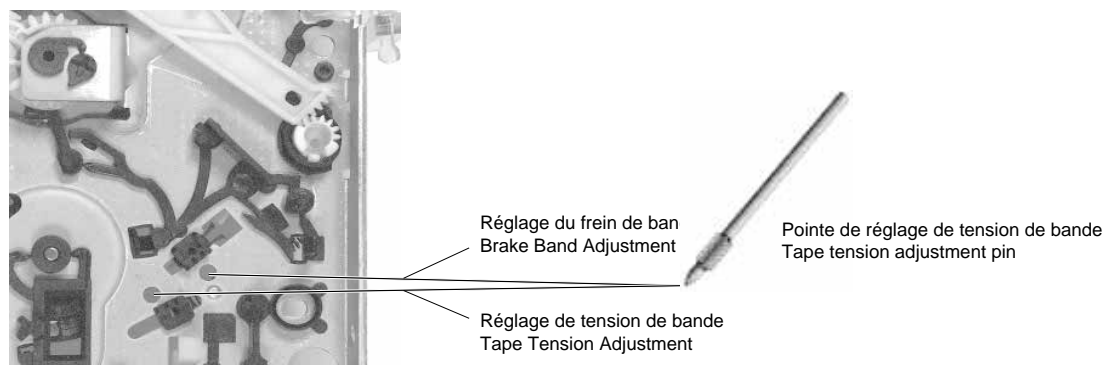
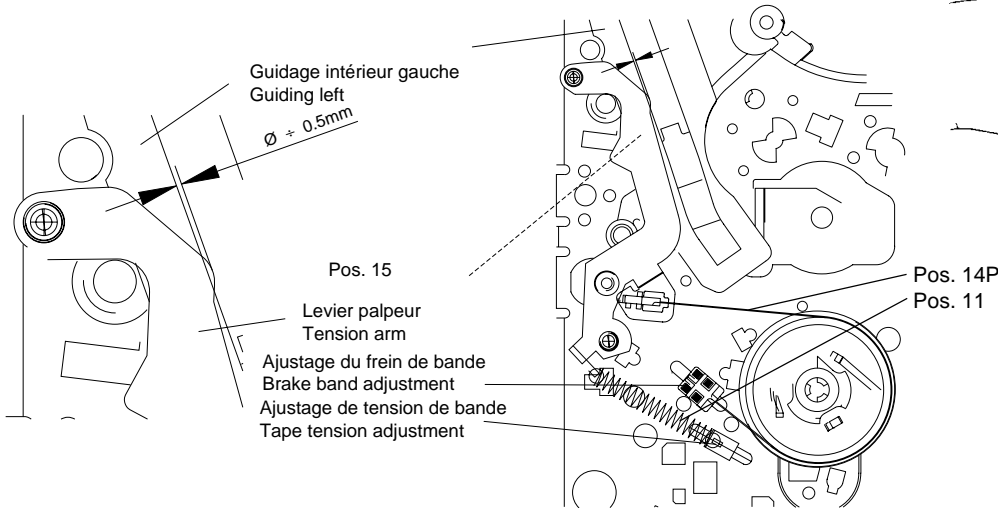

Fig. 26
Fig. 27
- A l'aide de l'outil de réglage de tension de bande (depuis la partie inférieure de la mécanique, Fig. 26) régler le frein (Fig. 27, Pos. 14P) de telle sorte que le bras du palpeur de tension de bande (Pos. 15) se superpose avec l'arrête de guidage intérieure gauche du rail de gauche (Fig. 27).
- A l'aide de l'outil de réglage régler le ressort (Fig. 27, Pos.11) sur une traction de bande de $0,24N \pm 0,02N$ ($24g \pm 2g$) (Fig. 27).
- Adjust the brake band (Fig. 27, Pos. 14P) by means of the tape tension adjustment tool (from the underside of the tape deck, Fig. 26) so that the edge of the elbow of the tape tension arm (Pos. 15) overlaps with the left inner edge of the left guide (see Fig. 27).
- Adjust the spring (Fig. 27, pos.11) to a tape tension of $0.24N \pm 0.02N$ ($24g \pm 2g$) by means of the tape tension adjustment tool (Fig. 27).